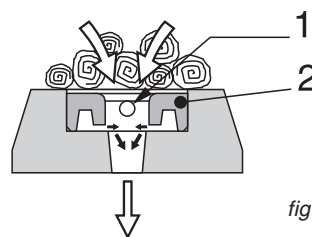

fig. 5
La pietra refrattaria principale presenta inoltre un incavo rettangolare entro il quale sono posati i barrotti in ghisa opportunamente scanalati (fig. 5, pos. 2) che ricevono l'aria secondaria da un distributore anteriore.